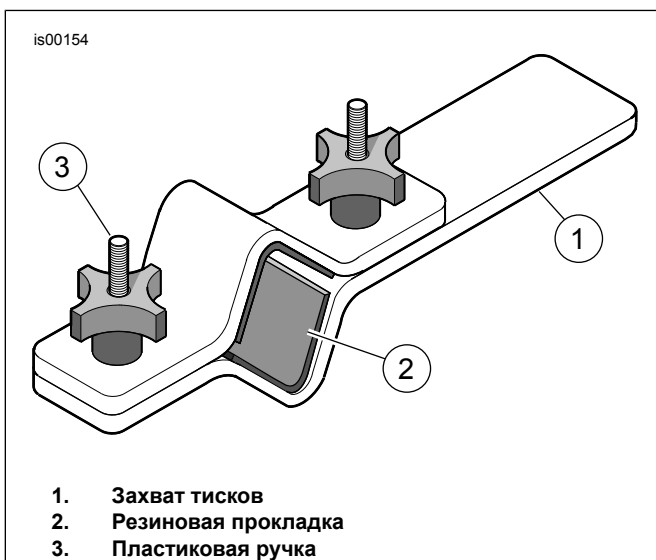

Рисунок 6. Держатель трубы вилки (HD-41177)
1. Рисунок 6 Установите вилку на держатель трубы вилки (HD-41177) следующим образом:
- a. Зажмите конец инструмента (1) в тисках в горизонтальном положении.